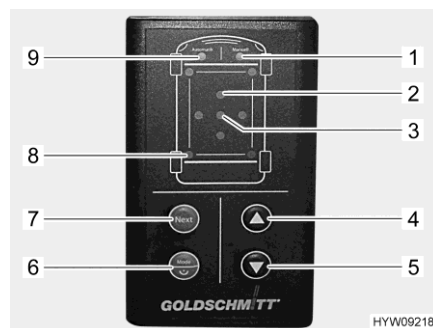

Bild 41 Bedienteil (hydraulische Hubstützen)
Wenn die Schiefelage des Fahrzeugs zu groß ist, blinkt die entsprechende rote LED "Neigung" (Bild 41,2). Geeigneteren Standplatz wählen oder auf eigene Gefahr Hubstützen manuell bedienen.
Wenn durch eine Vertiefung im Boden beim Ausfahren einer Hubstütze deren maximale Länge erreicht ist, blinken die LEDs "manueller Betrieb" (Bild 41,1) und "Automatik-Modus" (Bild 41,9) dreimal. In diesem Fall Hubstützen einfahren, betroffene Hubstütze geeignet unterlegen, dann Vorgang wiederholen.
- Taste " Ein/Aus/Betriebsart" (Bild 41,6) länger als 1 Sekunde drücken. Nach dem Einschalten ertönt ein Signalton und die LED "Automatik-Modus" (Bild 41,9) leuchtet.
- Taste " Ein/Aus/Betriebsart" (Bild 41,6) kurz drücken. Die Betriebsart wechselt zwischen manuellem Betrieb und Automatik-Modus. Die entsprechende LED (Bild 41,1 oder Bild 41,9) leuchtet.
- Taste "Ausfahren" (Bild 41,5) drücken. Der Ausrichtvorgang wird selbstständig durchgeführt. Die LEDs "Hubstütze" (Bild 41,8) blinken, solange die Hubstützen in Bewegung sind.
Wenn das Fahrzeug mit Klappstützen ausgerüstet ist: Bewegung der Hubstützen stoppt nach dem Ausklappen, um Gelegenheit zum Unterlegen zu geben. LED "Automatik-Modus" (Bild 41,9) blinkt schnell.
- Taste "Ausfahren" (Bild 41,5) erneut drücken. Der Ausrichtvorgang wird weiter durchgeführt.
- Taste "Einfahren" (Bild 41,4) drücken. Die Hubstützen fahren vollständig ein. Die LEDs "Hubstütze" (Bild 41,8) blinken, solange die Hubstützen in Bewegung sind.
- Im Automatik-Modus Taste "Ein/Aus/Betriebsart" (Bild 41,6) kurz drücken. Die LED "manueller Betrieb" (Bild 41,1) leuchtet.
- LEDs "Neigung" (Bild 41,2) beachten. Eine leuchtende LED zeigt an, dass das Fahrzeug auf dieser Seite angehoben werden muss.
- Taste "Next" (Bild 41,7) so oft drücken, bis das gewünschte Hubstützenpaar angewählt ist. Die entsprechenden LEDs "Hubstütze" (Bild 41,8) leuchten.
- Taste "Einfahren" (Bild 41,4) oder Taste "Ausfahren" (Bild 41,5) so lange drücken, bis die gewünschte Position erreicht ist.
- Taste "Next" (Bild 41,7) erneut drücken, bis ein weiteres gewünschtes Hubstützenpaar angewählt ist. Vorgang fortsetzen, bis das Fahrzeug ausgerichtet ist. Das Fahrzeug ist ausgerichtet, wenn die grüne LED "Position ok" (Bild 41,3) leuchtet.
- Tasten "Ein/Aus/Betriebsart" (Bild 41,6), "Ausfahren" (Bild 41,5) und "Einfahren" (Bild 41,4) gleichzeitig drücken und 3 Sekunden lang gedrückt halten.
- Nach akustischer Quittierung und Aufleuchten der LED "Position ok" (Bild 41,3), Tasten loslassen. Die Position ist als Ok-Position gespeichert.